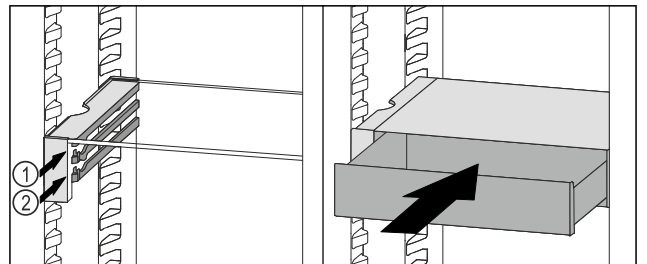

Fig. 162
- ▶ VarioSafe-lade achter de stoppers op de gewenste rib Fig. 162 (1) of Fig. 162 (2) plaatsen.